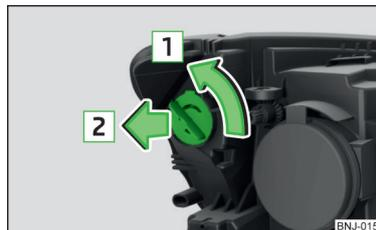

Fig. 211
- Girar el portalámparas con la bombilla en el sentido de la flecha **1** » fig. 211.